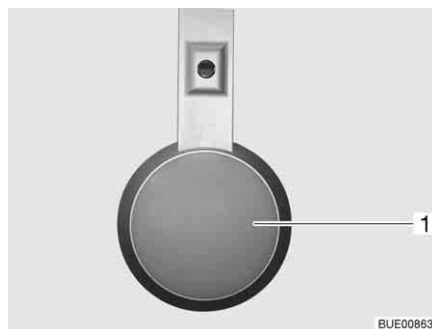

Bild 271 Badrumsbelysning
- Vrid lampkåpan (Bild 271,1) något moturs och ta bort den.